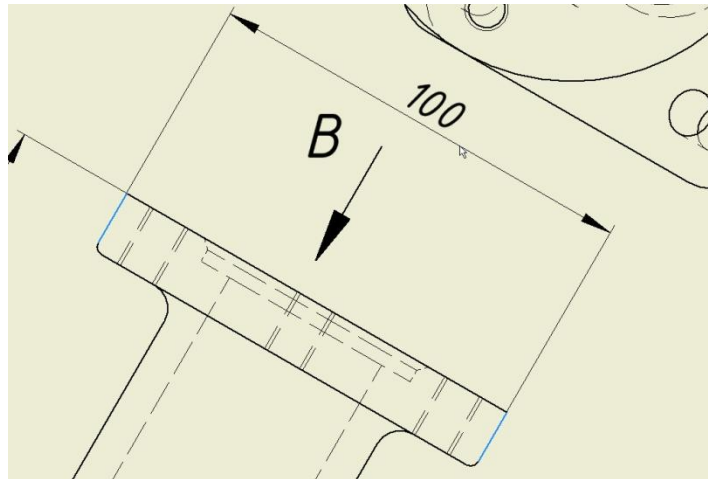

Рисунок 3.15 – Выбранная геометрия определяет тип размера
14) Переместите линейный размер диаметра над чертежным видом (рисунок 3.15).